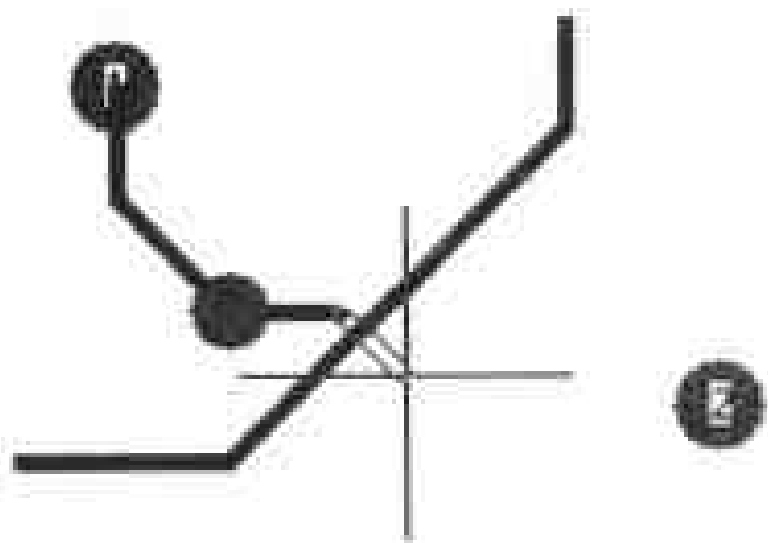
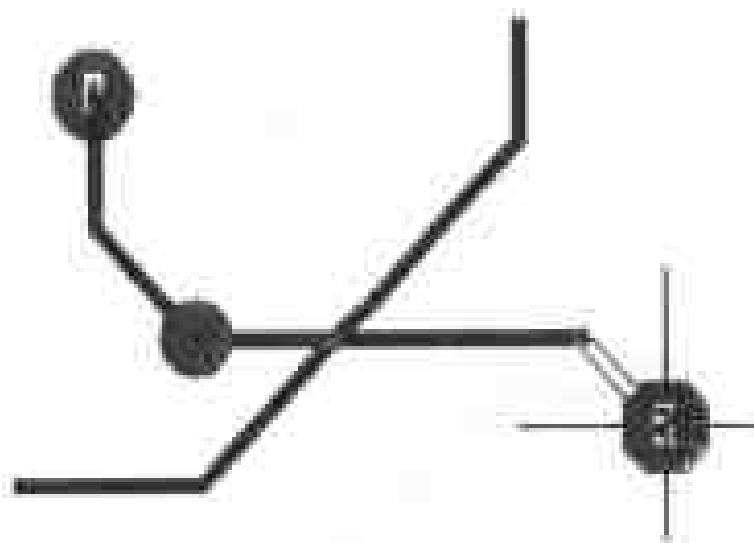

图 5-67 开始底层布线
图 5-68 光标和焊点中心重合
3) 在底层布线。确定好焊点后，继续移动鼠标，此时可以看到导线颜色变成了蓝色，如图 5-67 所示。将光标移到 2 号焊点上，此时该焊点上出现一个八角形，说明光标和焊点中心重合，如图 5-68 所示。